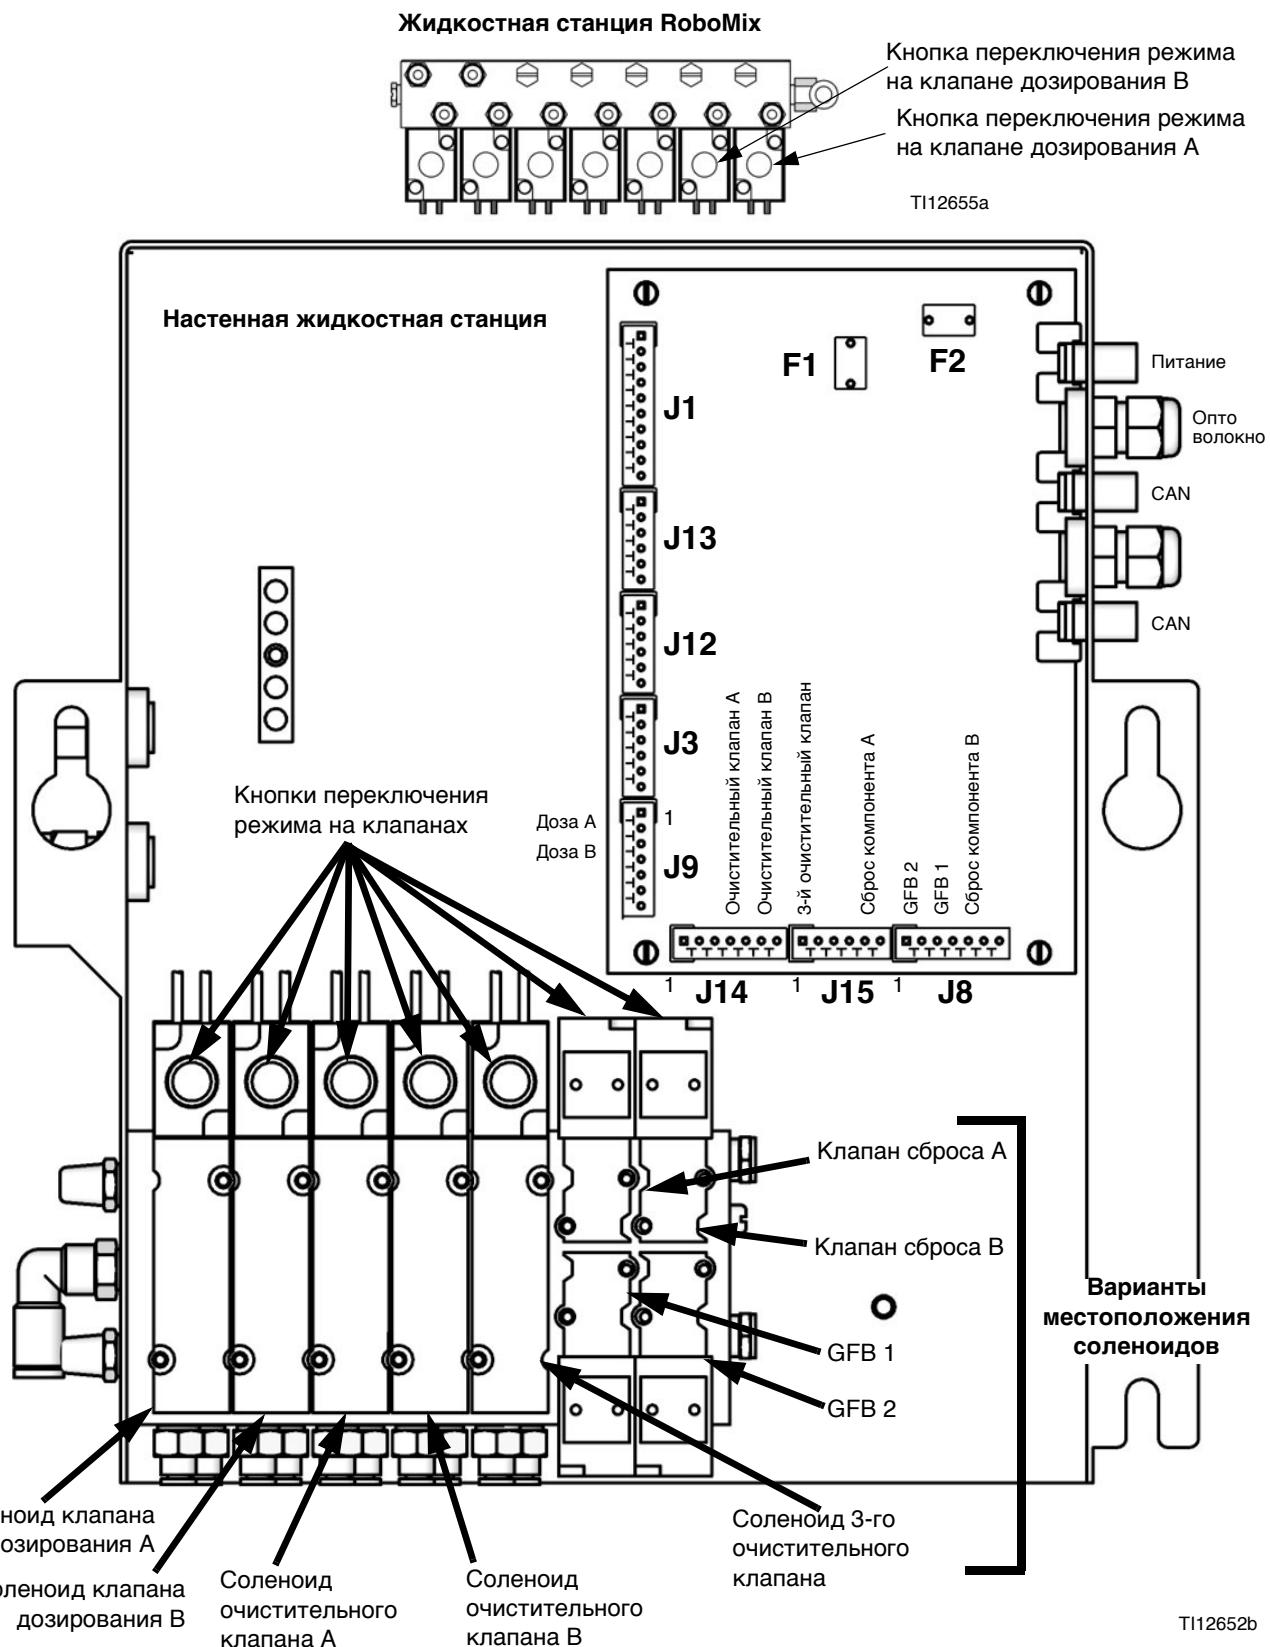

Рис. 5. Плата и соленоиды жидкостной станции
2. Чтобы сбросить давление, нажмите пусковой курок пистолета-распылителя, затем нажмите кнопку перехода к ручному режиму на соленоидах клапанов дозирования А и В. См. Рис. 5.
5. При включенном пистолете-распылителе нажмите кнопку перехода к ручному режиму на соленоидах клапанов очистки А и В для сброса давления воздуха и растворителя. См. Рис. 5. Убедитесь в том, что давление растворителя упало до 0.
3. Нажмите и удерживайте клавишу переключения режима на соленоидном клапане сброса А, Рис. 5.
5. Нажмите и удерживайте кнопку переключения режима на соленоидном клапане сброса В, Рис. 5.
7. Нажмите и удерживайте клавишу переключения режима на соленоидном клапане сброса А, Рис. 5.
9. Нажмите и удерживайте кнопку переключения режима на соленоидном клапане сброса В, Рис. 5.
3. Отказ соленоида	<p>Вручную приведите клапаны в действие. Для этого снимите крышку жидкостной станции, нажмите и отпустите кнопки переключения режима соленоидных клапанов. Рис. 5.</p> <p>Проведите диагностику платы управления для проверки сигналов. Если сигналы подаются неправильно, перейдите к пункту 4.</p> <p>Клапаны должны мгновенно открываться и быстро закрываться. Если клапаны включаются в работу медленно, это может быть вызвано указанными ниже причинами:</p> <ul style="list-style-type: none"> Слишком низкое давление воздуха на исполнительные механизмы клапанов. См. пункт 1. Соленоид забит. Убедитесь в том, что на линии подачи воздуха установлен сеточный фильтр с размером ячеек 5 микрон. Что-то препятствует работе соленоида или трубопровода. Проверьте выход воздуха из воздушной линии для соответствующего соленоида, когда клапан находится в работе. Устранитте эту проблему. Клапан дозирования открыт слишком сильно. Установочные значения см. в руководстве по эксплуатации системы ProMix 2KS. Давление жидкости избыточно, давление воздуха недостаточно.